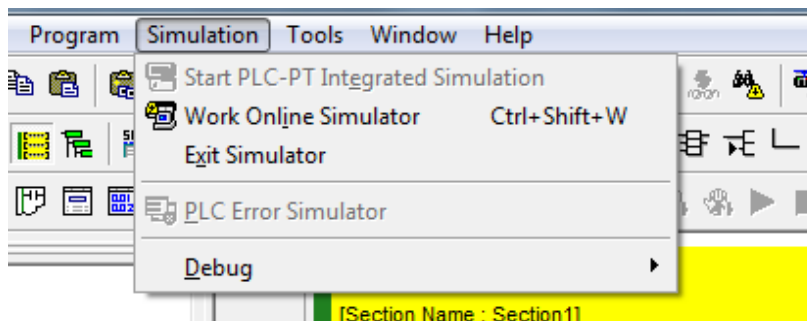

Рисунок 48 – Выбор имитатора работы в режиме Онлайн
2. В главном меню выберите [Simulation] – [Work Online Simulator] (Имитация – Имитатор работы в режиме Онлайн) (рисунок 48).